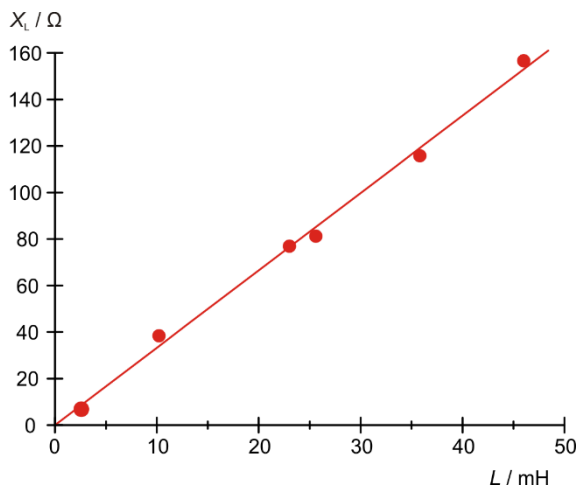
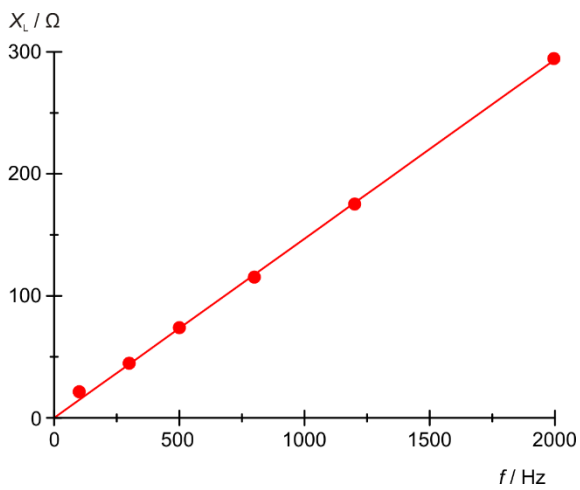

Fig. 4: Réactance inductive  $X_L$  comme fonction de l'inductance  $L$ .
Fig. 5: Réactance inductive  $X_L$  comme fonction de la fréquence  $f$ .
- Appliquer les résistances inductives  $X_L$  contre l'inductance (Tab. 1, Fig. 4) et la fréquence (Tab. 2, Fig. 5).